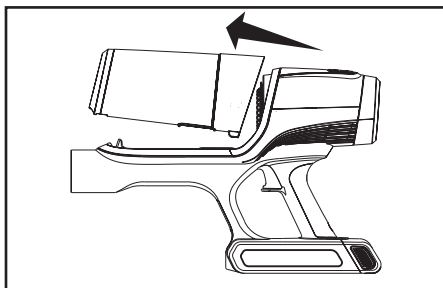

Imagen 2
2. Retire suavemente el depósito del polvo tirando de él para separarlo del cuerpo principal (Imagen 2).